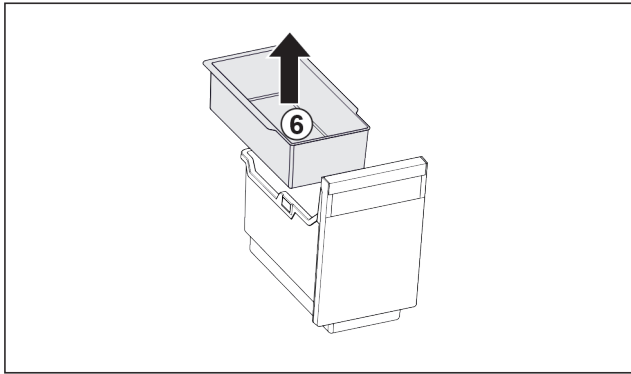

Fig. 85
- ▶ Inhangschaal Fig. 85 (6) verwijderen.